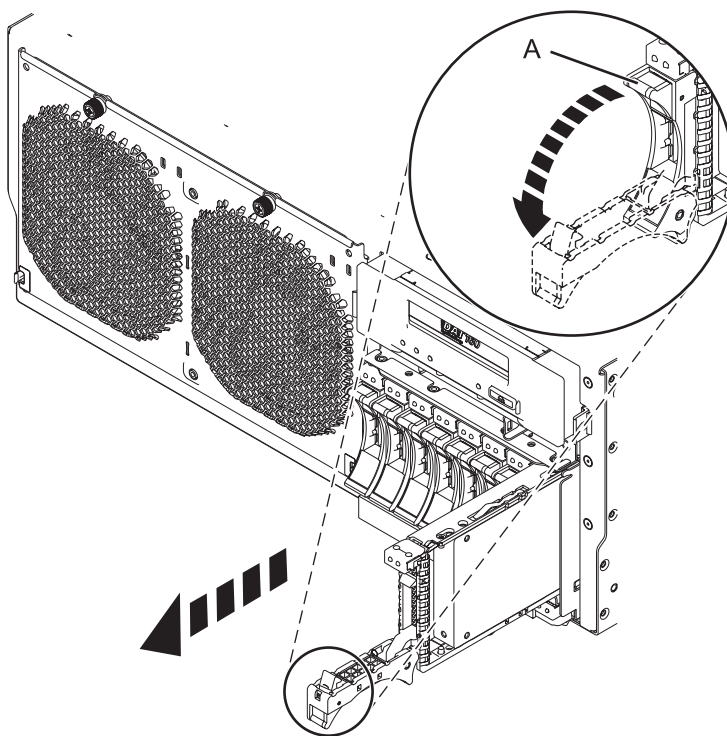

Figura 28. Extracción de una unidad de disco del sistema
1. Desbloquee el asa de la unidad ejerciendo presión y tirando de ella hacia usted, como se ve en Figura 28.